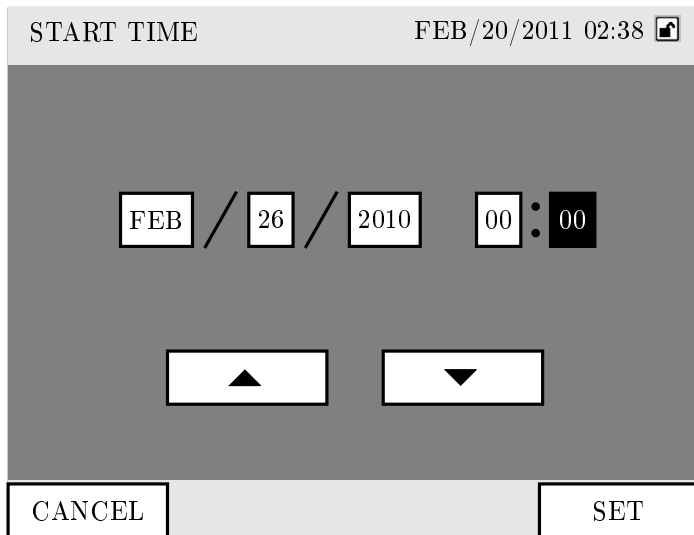

Рис. 4.9: Экран START TIME
- b) START TIME Устанавливает стартовое время для начала следующей калибровки. Когда внутренние часы достигают нужного времени, запускается процесс AIC. Нажатием на поле стартового времени открывается окно ввода данных (рис. 4.9 на с. 25).